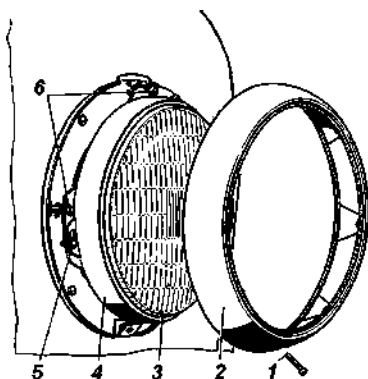

Рис. 9.38. Фара:
Для замены лампы в фаре необходимо отвернуть винт 1 (рис. 9.38) и снять декоративный ободок 2. Ослабить три винта 5 и снять внутренний ободок 4 с оптическим элементом 3.
3. Включите ближний свет и, закрыв одну из фар, отрегулируйте другую винтами 6 (см. рис. 9.38) так, чтобы